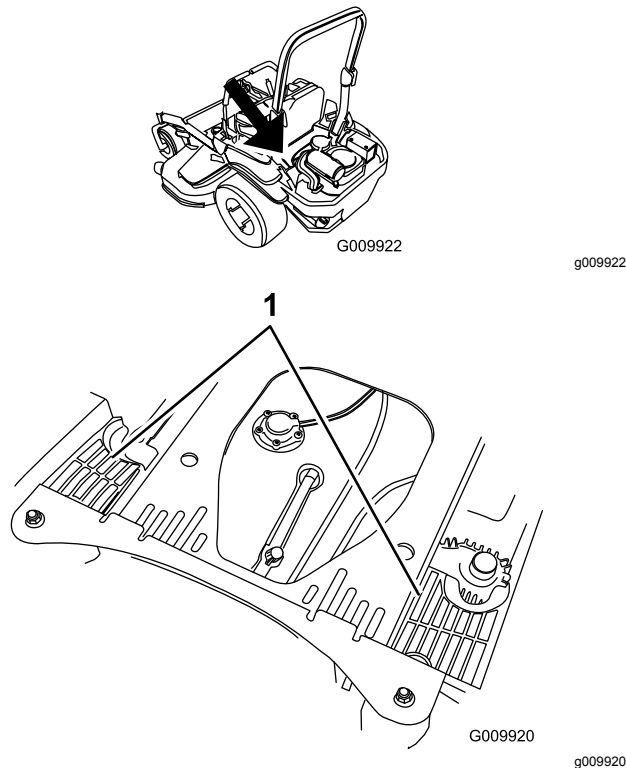

Figure 77
4. Débarrassez les carénages de l'unité hydraulique de l'herbe et des débris accumulés (Figure 77).